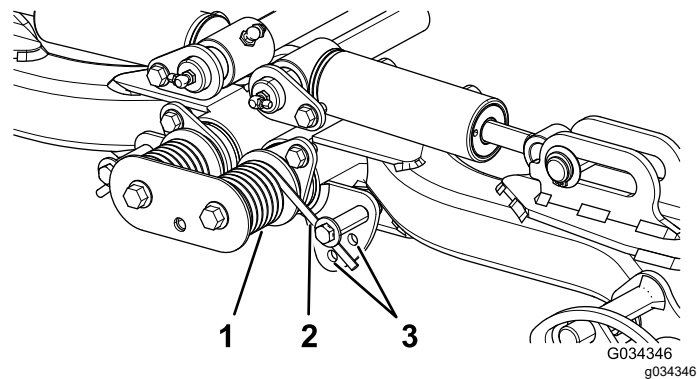

図 44
2. 調整作業の最中に、スプリングのテンションが掛からないようにするため、スプリングの長い方の端にパイプなどを通してスプリングの力を殺しておく 図 44。
3. スプリングのテンションをなくしたら、スプリングアクチュエータを固定しているボルトとロックナットを外す 図 44。